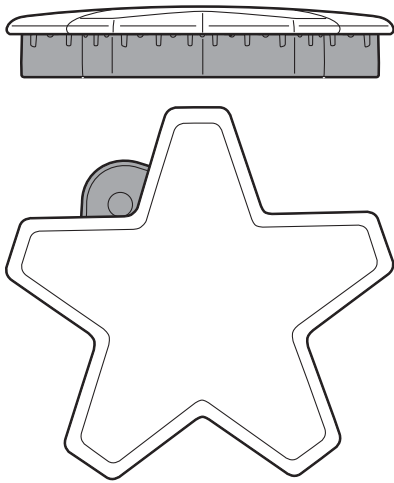
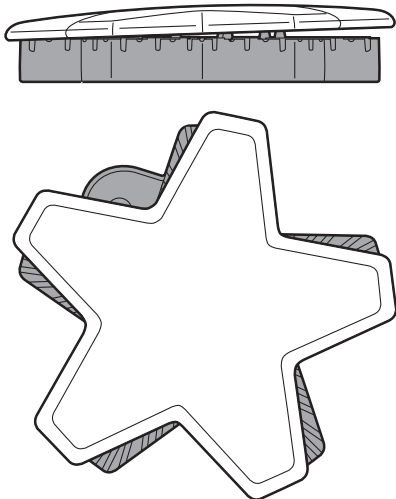

Figura 13: Tapa de quemador colocado correctamente
Figura 14: Tapa de quemador colocado incorrectamente
- Compruebe cada quemador para asegurarse de que no hay espacio entre la tapa y la base del quemador. Vea las *Figura 13* y *Figura 14* para ejemplos de tapa de quemador instalada correcta e incorrectamente.
- Puede intentar mover con cuidado las tapas de los quemadores lateralmente para asegurarse que están colocadas correctamente en su base. Cuando es el caso, las tapas están rectas en la base y cubren completamente la base del quemador en forma de estrella al mirarlas desde arriba, como se muestra en la *Figura 13*.
Cada quemador STAR® tiene su propio encendedor electrónico que echa chispas cuando se activa la perilla. Los quemadores deben encenderse en 4 segundos o menos. Si un quemador no se enciende, asegúrese de que la tapa esté colocada correctamente sobre la base (vea las *Figura 13*).